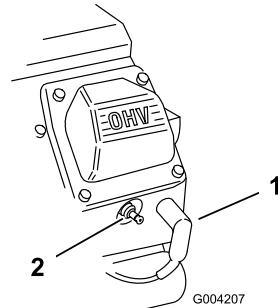

Figure 33
- Débranchez les bougies (Figure 33).
- Rebranchez les bougies (Figure 33).